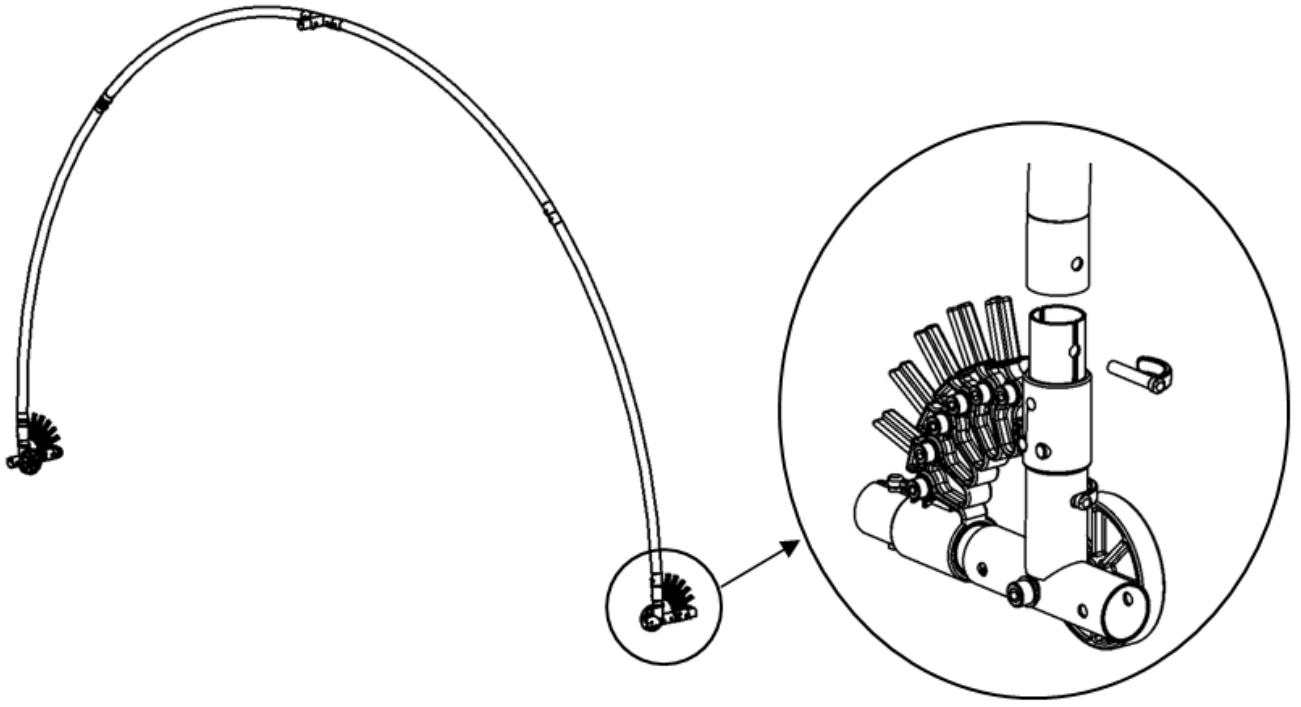

Abbildung 6
Die gemäß dem Punkt 3 gebildeten Teile sind mit den Halbbügeln so zu verbinden, dass das Rad nach innen des Bügels gerichtet ist, und dann sind sie mit dem Stift (L) zu sichern (Abb. 6). Die Gelenke müssen auf die Seite gerichtet werden, die dem Rohr des einseitigen, in der Mitte des Bügels montierten und innerhalb des Radius der Rohre angebrachten Halters (I) entgegengesetzt liegt (es besteht die Möglichkeit seines vorläufigen Drehens auf dem Rohr).